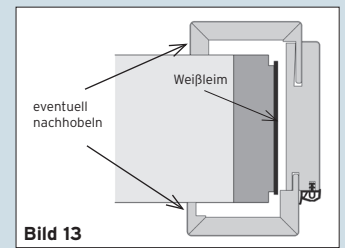

Bild 13
2. Etwaige Mauerunebenheiten durch Nachhobeln der Zier- bzw. Falzverkleidungsteile ausgleichen (**Bild 13**).